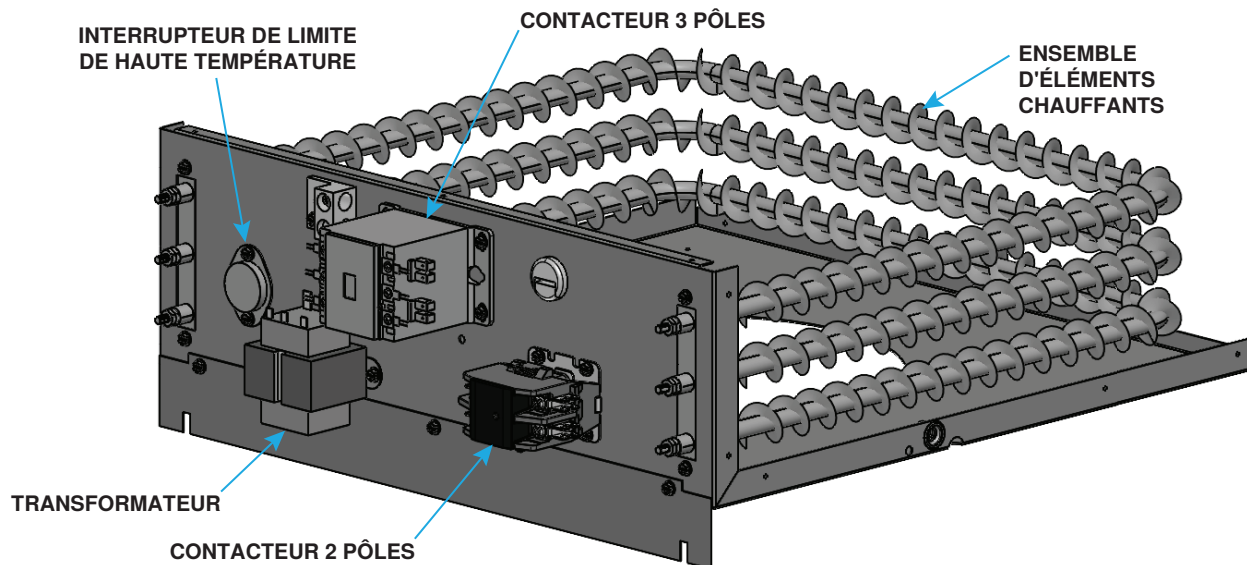
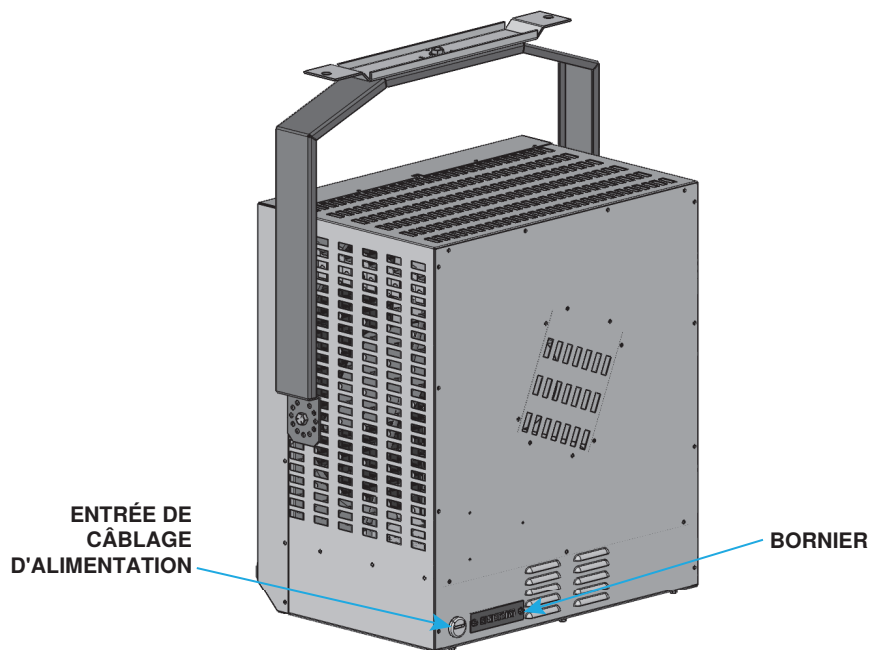
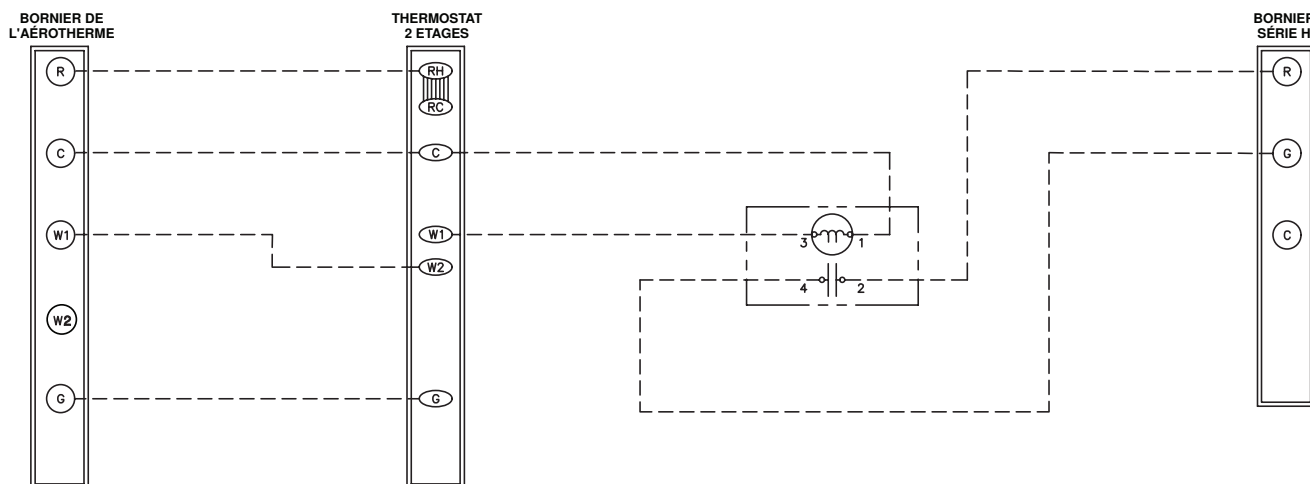

Figure 4. Compartiment électrique typique
Figure 5. Entrée du câblage d'alimentation et plaque de connexions de la commande
Figure 6. Schéma de câblage pour le chauffage et le ventilateur de déstratification
- (1) Desserrez les vis des bornes T1, T2 et T3 sur les bornes du contacteur à 3 pôles (voir **Figure 4**).
3. Acheminez le câblage d'alimentation par l'entrée illustrée à la **Figure 5** et branchez-le au contacteur tripolaire illustré à la **Figure 4**.
Le bornier pour les connexions de commande 24V est situé à l'extérieur du boîtier de commande à l'arrière de l'unité, comme illustré à la **Figure 5**. La bande a cinq bornes : C, R, G, W1 et W2. Les connexions du thermostat sont les bornes C (optionnel), R, G et W1. Si l'installation comprend un réchauffeur et un ventilateur de déstratification modèle H contrôlés par un seul thermostat à deux étages, assurez-vous que le câblage est conforme au schéma de câblage illustré à la **Figure 6**.
Toutes les unités sont équipées d'un interrupteur de limite de haute température activé par la température et à réinitialisation automatique normalement fermé (voir Figure 4). Le commutateur est réglé en usine et n'est pas réglable. Si la consigne est atteinte, l'interrupteur interrompt l'alimentation électrique des éléments chauffants. Ce dispositif de sécurité offre une protection en cas de panne du moteur du ventilateur ou de manque de débit d'air dû à une restriction à l'entrée ou à la sortie.
Inspectez l'ensemble de l'élément chauffant (voir Figure 4) pour déceler tout signe de dommage ou d'usure excessive. Au besoin, remplacez cet ensemble comme suit :